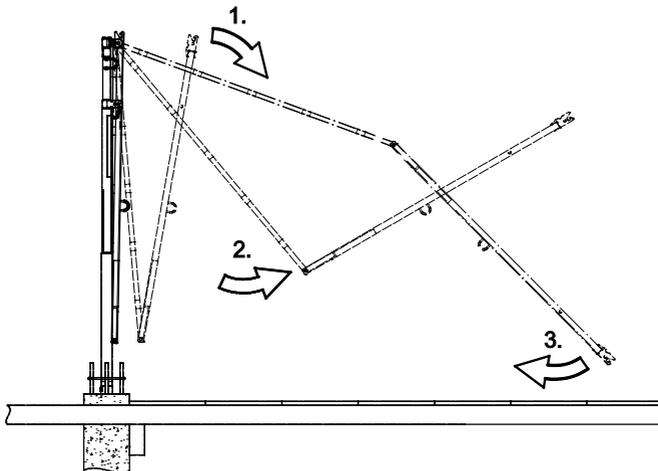

Abbildung 24. Aufklappen des SkyReach Ankers.
2. Lösen Sie den Sicherungsbolzen, der den Ausleger und die Stütze hält, an der unteren Öse des Mastes. Lösen Sie den Ausleger und die Stütze des SkyReach Ankers und fahren Sie fort gemäß Abbildung 24.